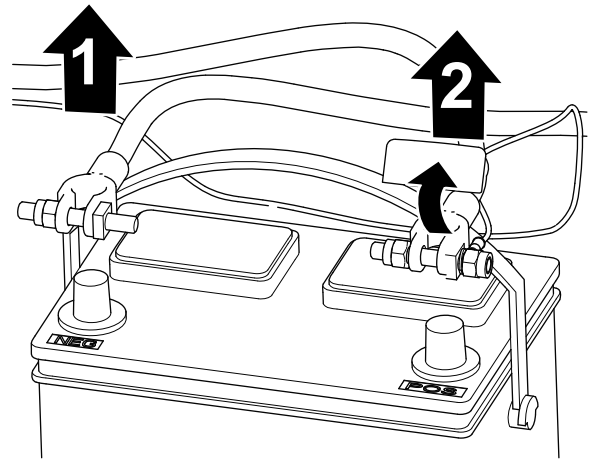

Bild 3
2. Trennen Sie das Minuskabel des Akkus vom Akkupol ab (Bild 3).
3. Trennen Sie das Pluskabel des Akkus vom Akkupol ab (Bild 3).